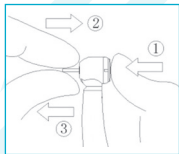

Fig. 8-1
Appuyez doucement avec le pouce sur le bouton-poussoir et insérez simultanément la fraise en carbure ou la fraise diamantée (Fig. 8-1①②).
Appuyez sur le bouton-poussoir avec le pouce et retirez simultanément la fraise en carbure ou la fraise diamantée (Fig. 8-1①②).